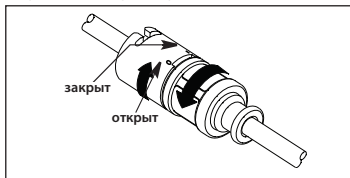

Рисунок 3
- б. Если используется фильтр-оболочка катетера с переходником TwistLock (при наличии), убедитесь в том, что двойной TwistLock фильтр-оболочки катетера полностью открыт (см. рис. 3).